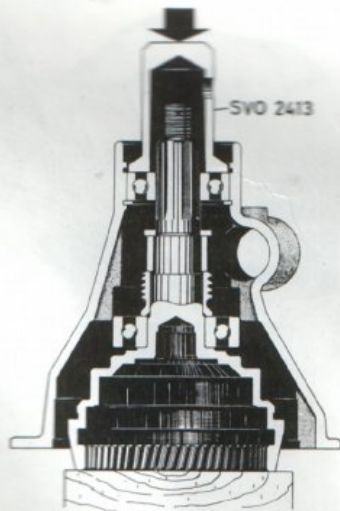

Bild 19. Montering av utgående axel
3. Stöd under utgående axeln med en träklots. Sätt på hastighetsmätarhjul (30), distanshylsa (29) och tryckbricka (24). Pressa på bakre hushalvan med dorn SVO 2413, se bild 19. Sätt i låsringen för bakre lagret. Pressa i tätningssringen (27) med dorn